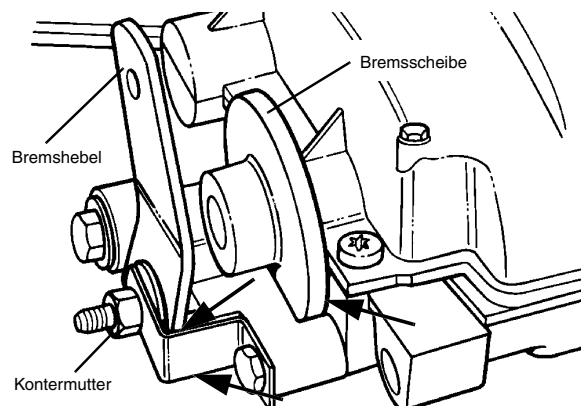

ABBILDUNG 26
- Überprüfen, ob die Bremsscheibe das Gehäuse und/oder der Bremshebel die Halterung oben oder unten berührt (siehe ABBILDUNG 26). Falls ja, vor der Einstellung Bremsbelag und Scheibe austauschen.